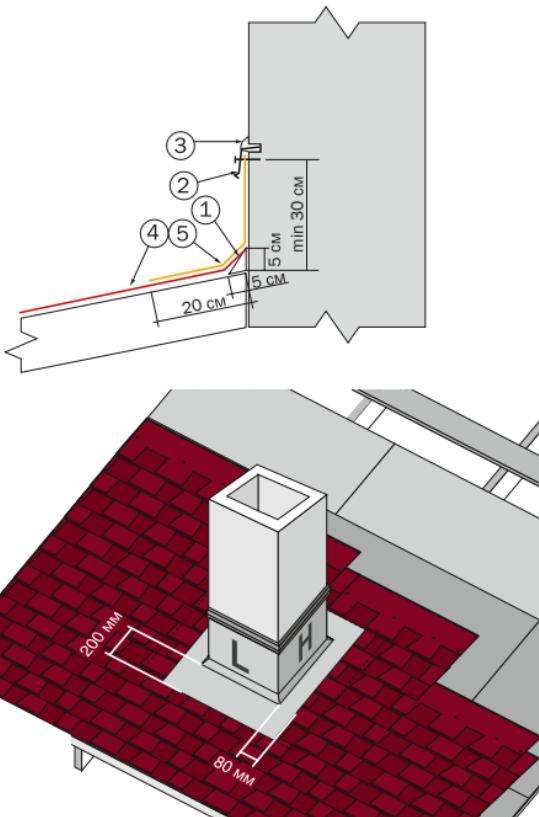
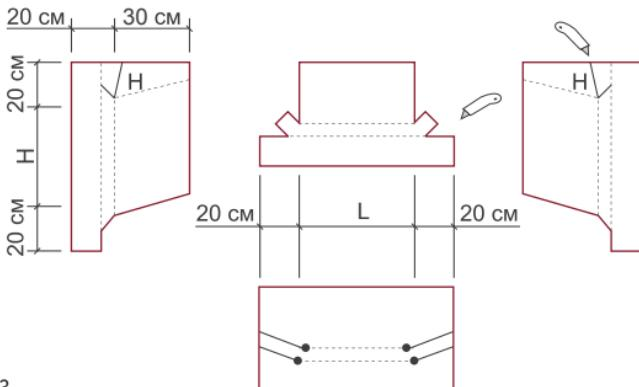
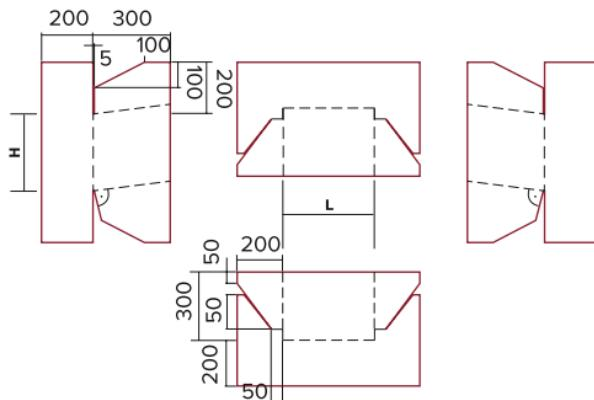

Рис. 22
Рис. 23
Рис. 24
В местах стыков ската кровли со стенами (Рис. 22) набивается треугольная рейка (1), на которую заводится рядовая черепица (4). В качестве треугольной рейки может быть использован
Для герметизации дымовых и вентиляционных труб делают выкройку либо из ендового ковра (Рис. 23), либо из металла с антакоррозийным покрытием (Рис. 24). Полученные выкройкигибаются или надрезаются в определенных местах. Способ монтажа показан на рис. 22. Первоначально монтируется лицевая выкройка с заводом на рядовую черепицу. Затем монтируется левая и правая, которые заводятся под черепицу. В последнюю очередь монтируется тыльная выкройка. При монтаже необходимо соблюдать принцип